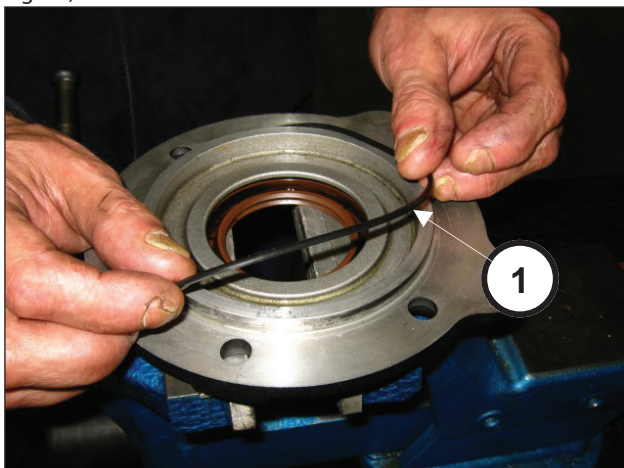

Fig. 85
Poser le joint torique sur le couvercle du pignon (rep. ①, Fig. 85).